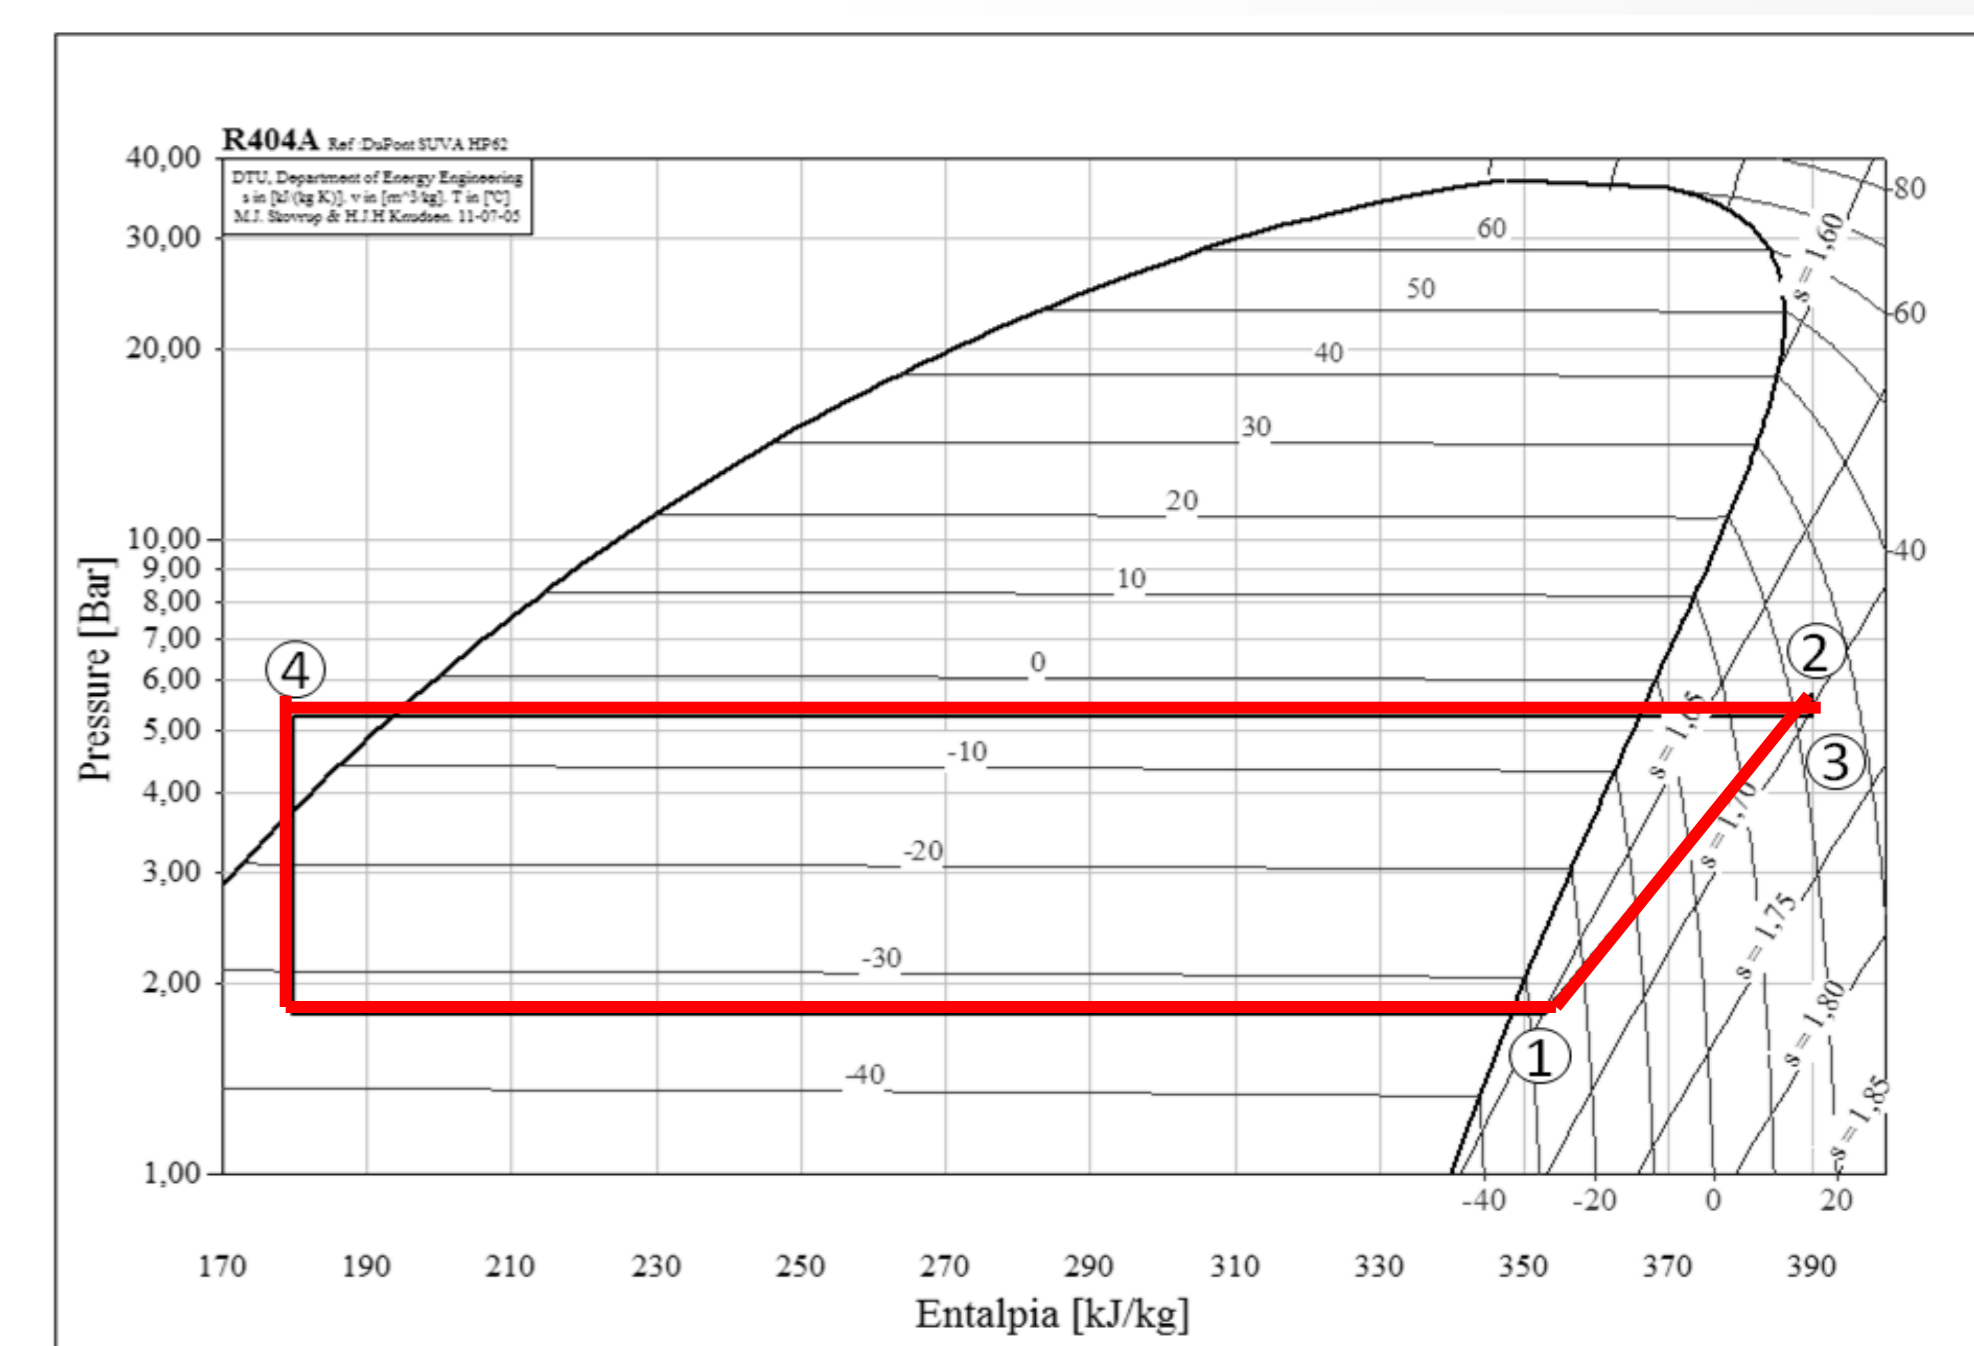
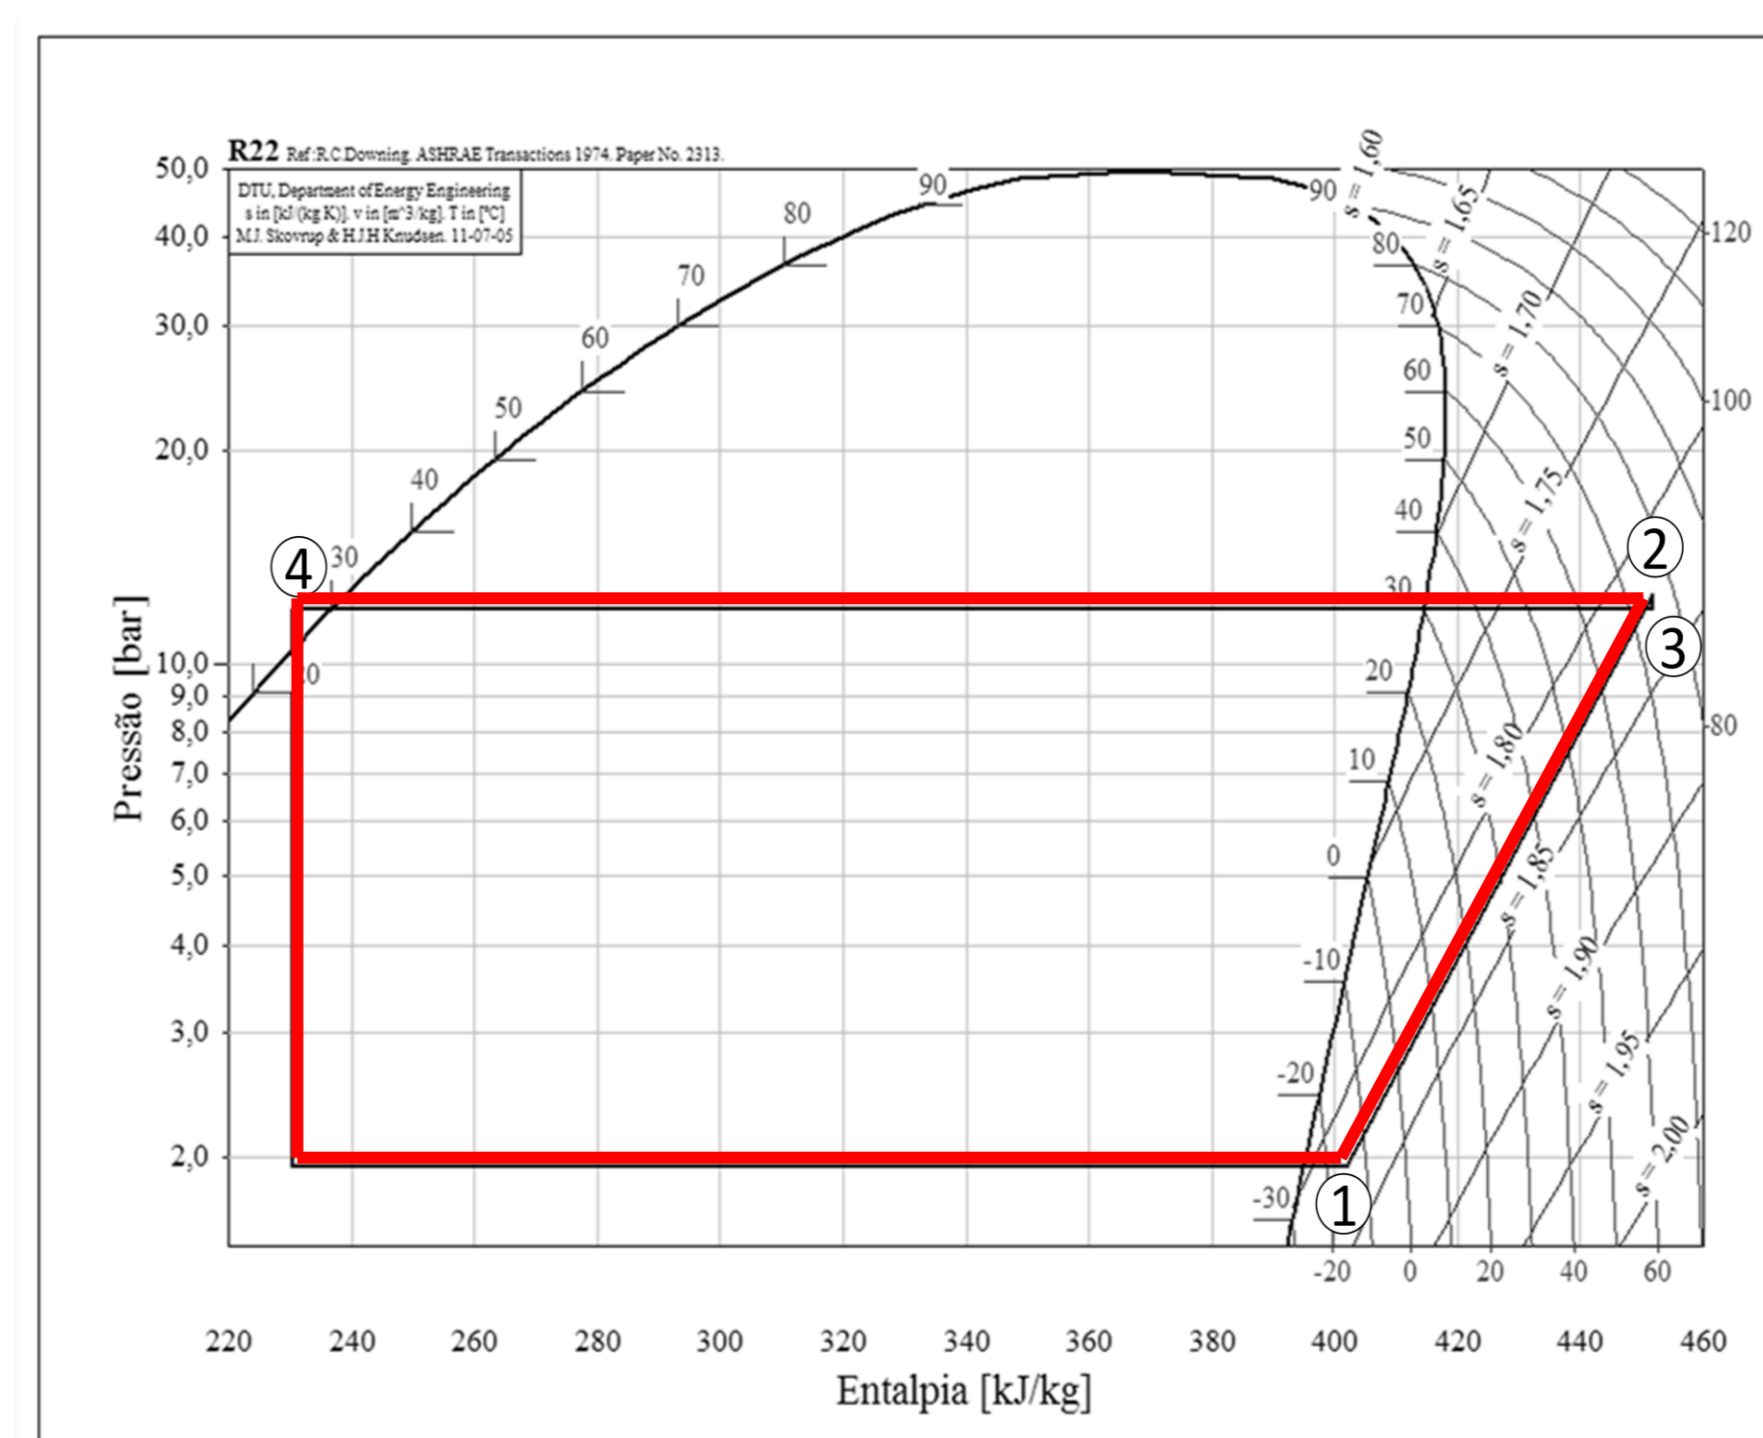

Figura 2: Representação do ciclo de refrigeração do circuito de baixa temperatura (LT)
Figura 3: Representação do ciclo de refrigeração do circuito de alta temperatura (HT)
A figura 2 representa o ciclo de refrigeração do circuito de baixa temperatura (LT) e a figura 3 representa o ciclo de refrigeração do circuito de alta temperatura (HT) para um dos 17 ensaios realizados.